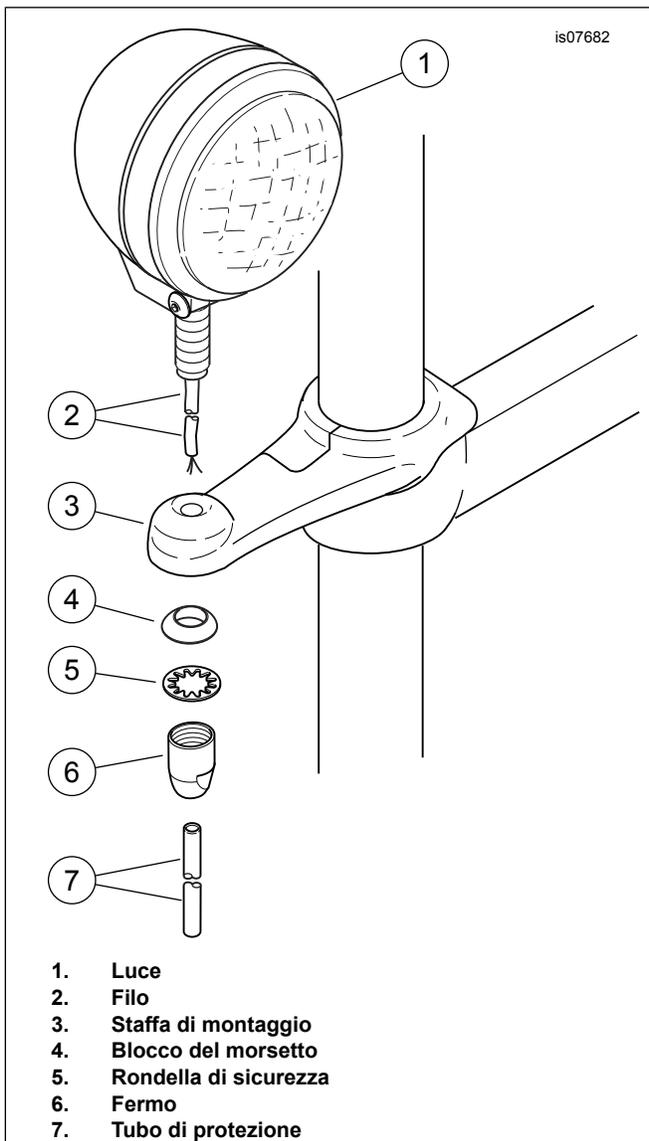

Figura 2. Installazione della luce (illustrato il lato destro)
2. Vedere Figura 2. Far passare il filo (2) della lampadina blu (1) attraverso la staffa di montaggio (3). Fissare la lampadina alla staffa con un blocco del morsetto (4), una rondella di sicurezza (5) e un fermo (6). Serrare il fermo a una coppia di 22–24 N·m (16–18 ft-lbs).
3. Far scorrere il tubo di protezione (7) sul filo della luce.